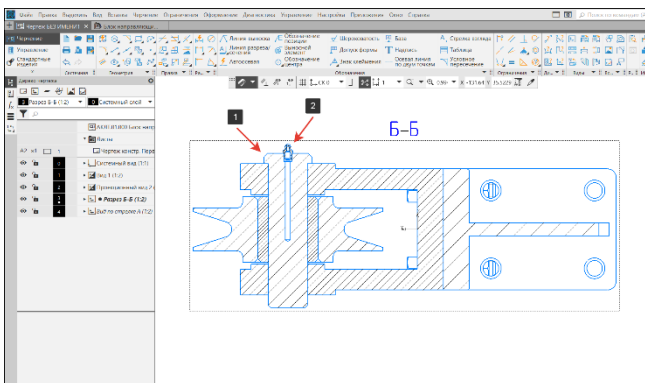

Рисунок 394 – «Неразрезаемые» компоненты
При построении в ассоциативном чертеже разрезов и сечений (местных разрезов и сечений) модели с компонентами может потребоваться, чтобы некоторые компоненты, попавшие в секущую плоскость, отображались неразрезанными (ось (1) и масленка (2) (Рисунок 394)).